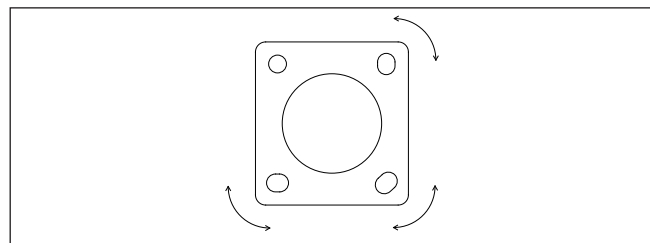

Figura 8.8 — Soporte de montaje de la plataforma
2. Afloje el perno en cada esquina del soporte de montaje de la plataforma (consulte la Figura 8.8).